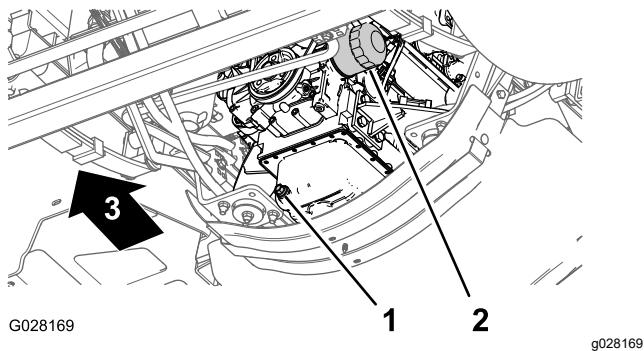

Figura 67
3. Aline um recipiente de escoamento debaixo do filtro de óleo do motor (Figura 67).
4. Retire o filtro de óleo antigo (Figura 67).
a junta de borracha entre em contacto com o adaptador do filtro; em seguida, aperte o filtro mais $\frac{1}{2}$ de volta (Figura 67).
1. Aline um recipiente de escoamento com o tampão de escoamento (Figura 67).
2. Retire o tampão de escoamento (Figura 67) e deixe o óleo escoar completamente.